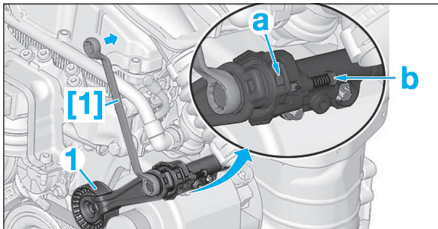

Fig. 14
- Agir sur le tendeur dynamique (1) dans le sens horaire (Fig.14), jusqu'à la coïncidence de l'encoche (a) avec la pîge (b); appuyer simultanément sur la pîge (b), afin de l'enclencher dans l'encoche (a).